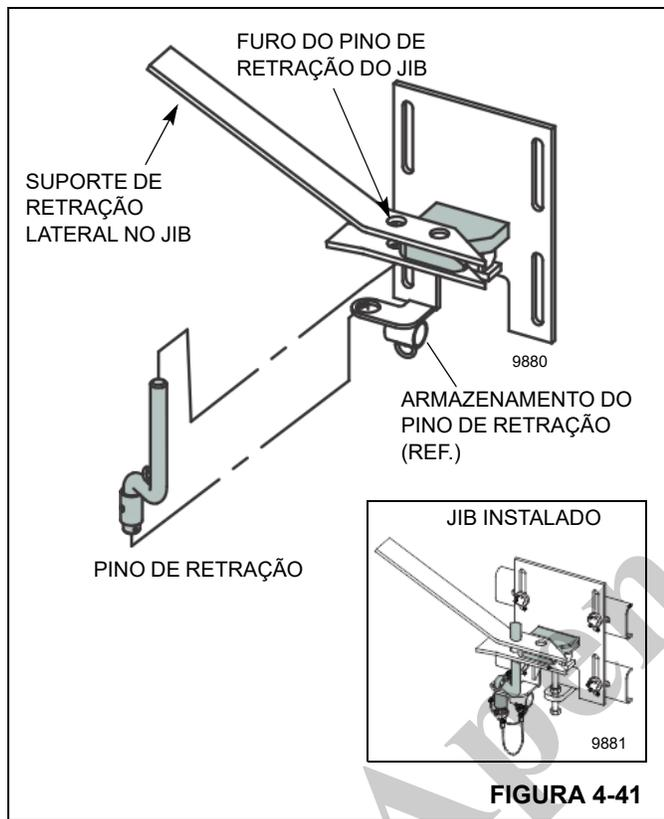

FIGURA 4-41
- b. Ajuste as porcas (3) conforme necessário para ajustar a posição horizontal do pino do suporte (8).
- c. Aperte as porcas (5).
5. Retraia lentamente a lança até que os suportes de montagem do jib assentem na seção da lança da base traseira. Instale o pino de retração (Figura 4-41). Certifique-se de que o pino de retração esteja alinhado e devidamente assentado no gancho de retração no suporte de montagem do jib traseiro. Ajuste os suportes de montagem do jib dianteiro e traseiro conforme necessário para um alinhamento adequado.
Certifique-se de que o braço esteja assentado firmemente no suporte de montagem do jib traseiro com o pino de retração (Figura 4-41) devidamente instalado antes de remover os pinos do jib (Figura 4-39). O jib pode cair se não estiver corretamente fixado durante o armazenamento e a elevação. Podem ocorrer acidentes pessoais ou morte.
Certifique-se de que os pinos do jib estejam firmemente instalados nos orifícios do jib superior e inferior da ponta da lança (Figura 4-39) antes de remover o pino de retração do suporte de montagem do jib traseiro (Figura 4-41). O jib pode cair se não estiver corretamente fixado durante o armazenamento e a elevação. Podem ocorrer acidentes pessoais ou morte.
13. Retraia lentamente a lança até que os suportes de montagem do jib assentem na seção da lança da base traseira. Instale o pino de retração (Figura 4-41). Certifique-se de que o pino de retração esteja alinhado e devidamente assentado no gancho de retração no suporte de montagem do jib traseiro.